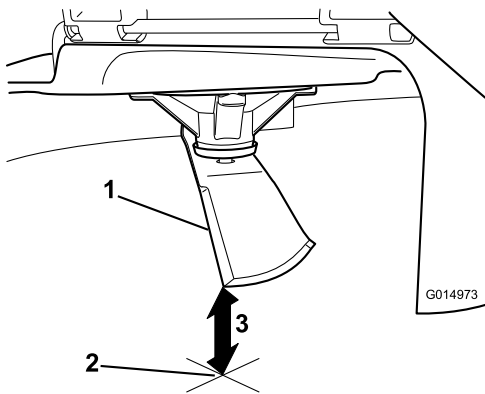

Рисунок 69
5. Відміряйте відстань від кінчика ножа до пласкої поверхні (**Рисунок 69**).